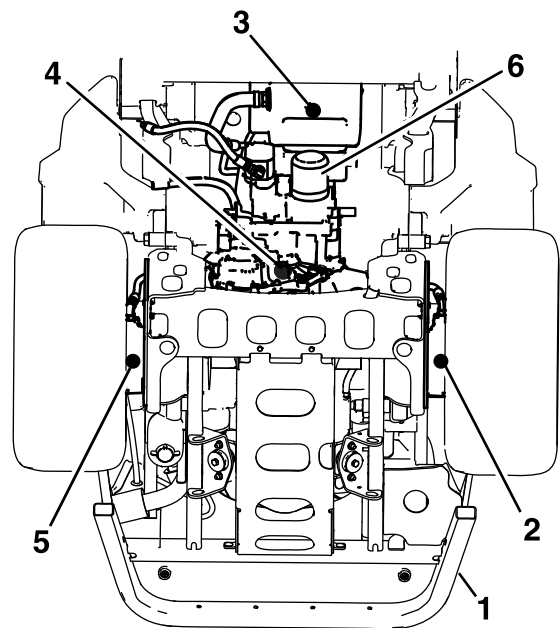

Bild 68
4. Stellen Sie eine große Auffangwanne unter den Hydraulikölbehälter, das Getriebegehäuse und den linken und rechten Radmotor (**Bild 68**).
5. Entfernen Sie die Ablassschraube aus jedem Bereich und lassen Sie das Hydrauliköl ablaufen (**Bild 68**).
6. Reinigen Sie den Bereich um den Hydraulikölfilter und nehmen Sie den Filter ab (**Bild 68**).